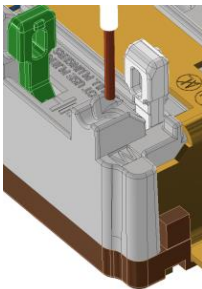

Fig. 7
3. Insérer les conducteurs dans les chambres de câblage appropriées, selon le Tableau 1. Consulter la Fig. 7.